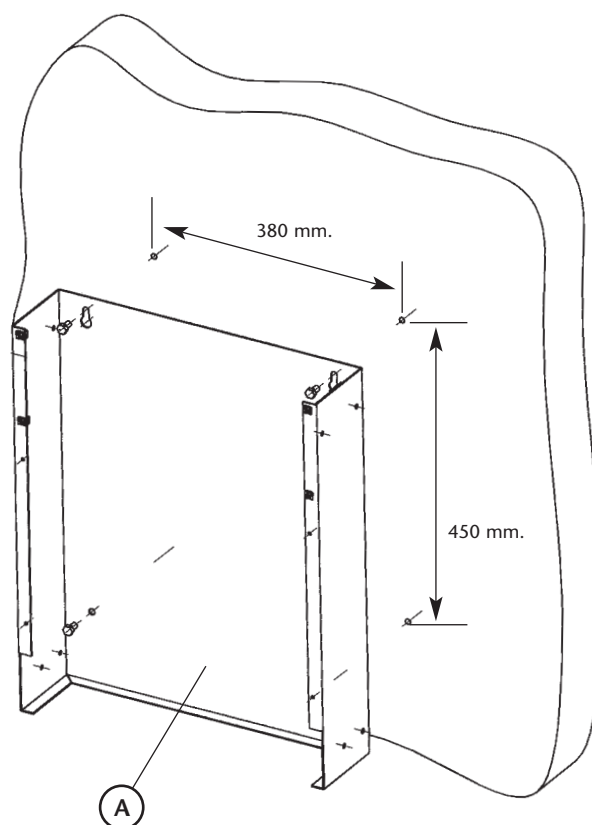

Fig. 2
1. Fix body A to the wall by using max. 8mm. Ø screws (not supplied). (See figure 2).
- 1 Installer le corps de la console (A) sur le mur à l'aide de vis Ø 8 mm maxi (non fournies) tel qu'il est indiqué sur la figure 2.
1. Den Körper (A) mit Schrauben von max. 8mm Durchmesser (nicht im Lieferumfang enthalten) an der Wand befestigen (Bild 2).